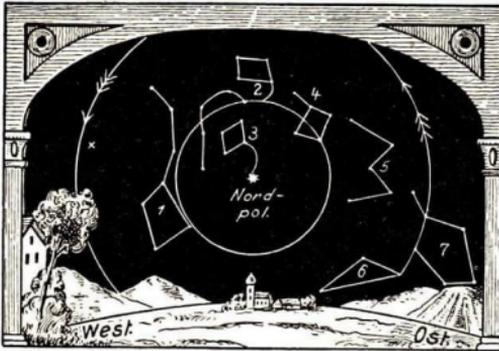

Abb. 26
Beobachte die endlos wiederkehrende **Drehung des Sternhimmels** (Abb. 26) in einer Nacht! (Ergebnis: Regelmäßig wie eine gewaltige Uhr.) — Beachte das unaufhörliche Hin und Her der Menschen, Tiere und Fahrzeuge in einer Groß-
3. Die **Uhren**. Die natürliche Uhr ist der Sternenhimmel (Abb. 26). Da man diesen nicht immer als Uhr benutzen kann, so bauten die Menschen **künstliche Uhren**.